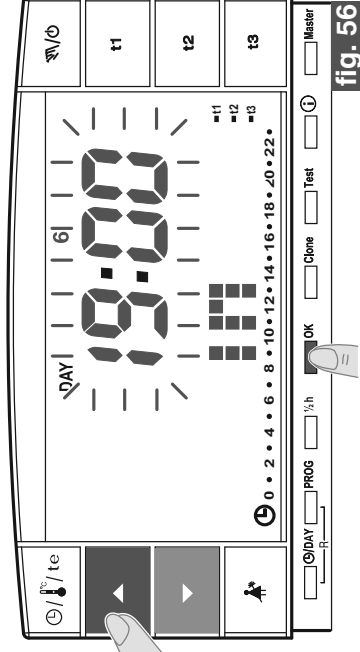
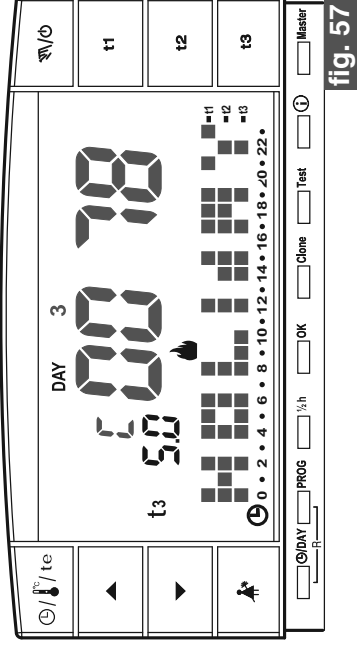

fig. 56
fig. 57
- Sul display appare (lampeggiante) l'ora in cui si intende terminare il conteggio (rientro nell'abitazione), con i tasti ▲▼ impostare l'ora; confermare premendo il tasto **OK** (fig. 56 a pagina successiva).
- Terminato l'inserimento dei dati e confermato con il tasto **OK** (esempio in fig. 56), sul display possono apparire **due differenti visualizzazioni** (a seconda dei dati inseriti):
- Premendo il tasto **OK** (esempio in fig. 56) il cronotermostato inizierà il conto alla rovescia ed il programma P04 Holiday manterrà la temperatura **t3** Assenza impostata (impostazione di fabbrica 5°C in modalità "Inverno" e 33°C in "Estate", entrambe regolabili come da paragrafo 5.6) fino al termine delle ore programmate e sul display si visualizza il numero delle ore mancanti al termine del programma più la scritta **HOLIDAY** (esempio in fig. 57).
- Premendo il tasto **OK** (esempio in fig. 56) il cronotermostato tornerà al programma in funzione prima dell'inserimento dei dati nel programma **P 04**, in attesa di avviare quest'ultimo programma.
Trascorso questo tempo di attesa il cronotermostato inizierà il conto alla rovescia ed il programma P04 Holiday manterrà la temperatura **t3** Assenza impostata (impostazione di fabbrica 5°C in modalità "Inverno" e 33°C in "Estate", entrambe regolabili come da paragrafo 5.6) fino al termine delle ore programmate; sul display si visualizza il numero delle ore mancanti al termine del programma più la scritta **HOLIDAY** (esempio in fig. 57).